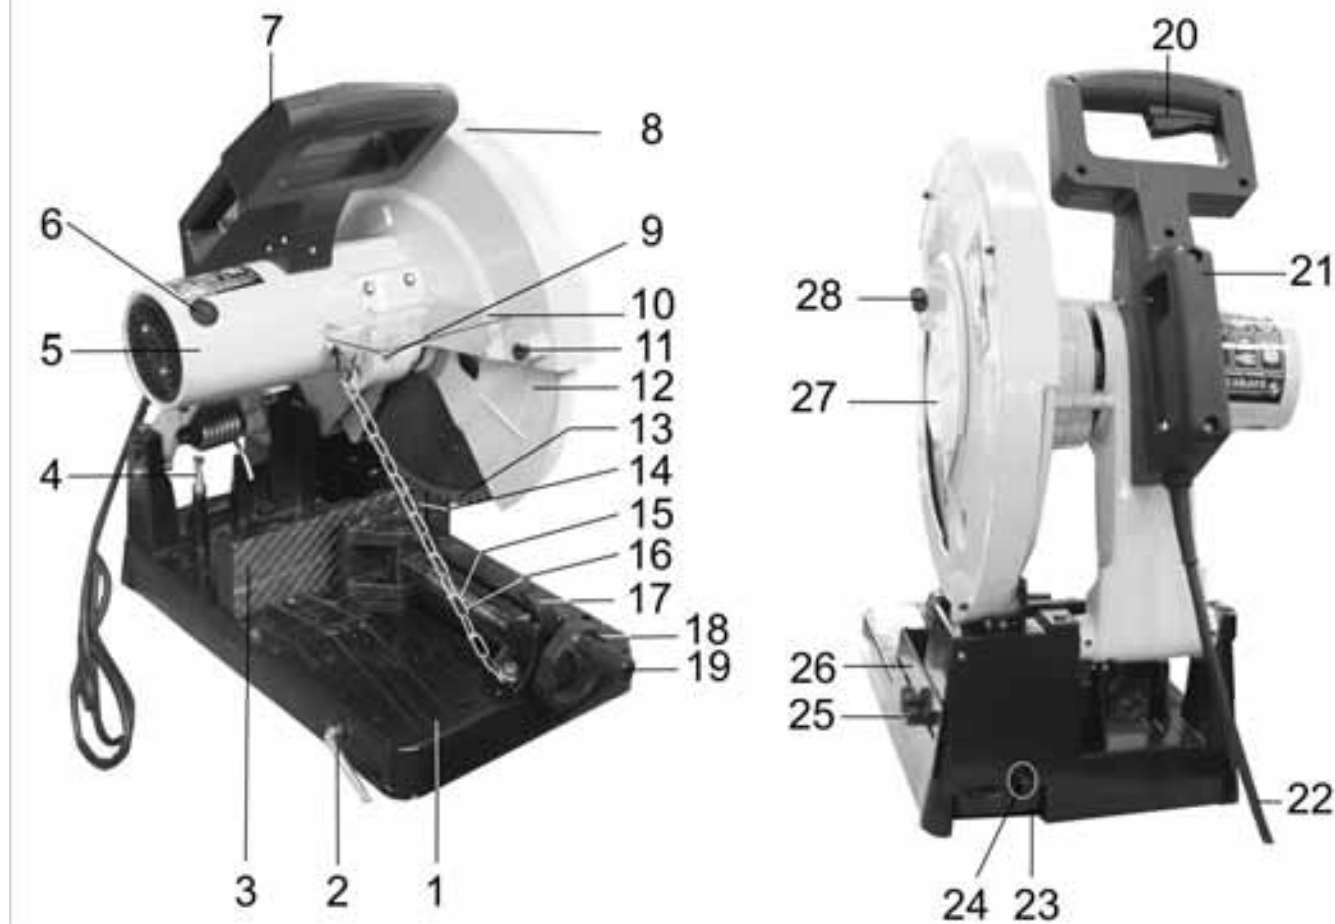
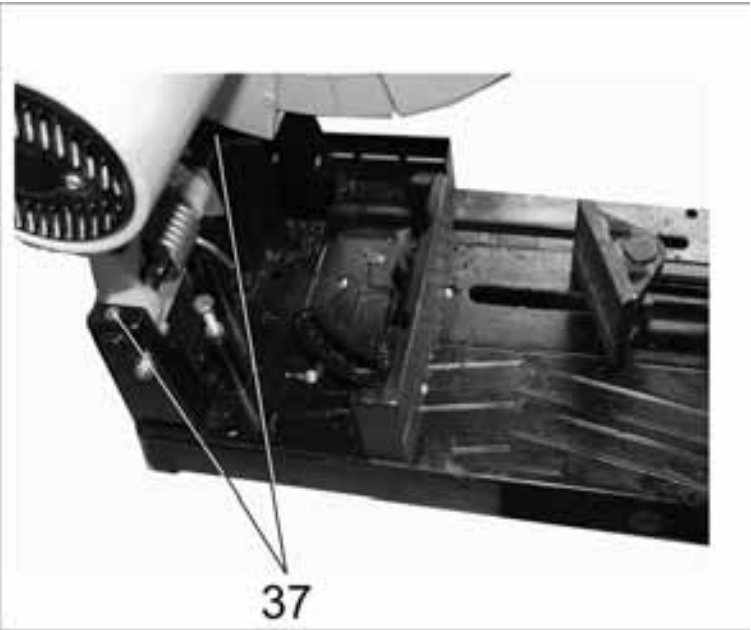
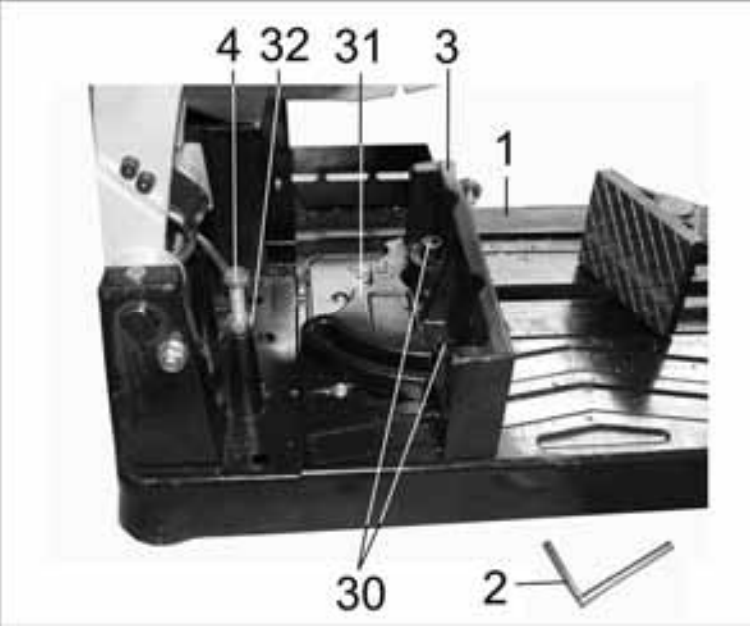

Рис.2
Рис.8
Рис.3
14.1. Периодически удаляйте стружку из пылесборника (23) Рис.2, извлекая его, открутив винт (24) Рис.2 и со всех резьбовых и подвижных узлов и механизмов машины.
14.2. По окончании работы очистить отрезную машину. Машинным маслом смазать ходовой винт (15) Рис.2. и произвести шприцовку масленок (37) Рис.8.
8. ТРАНСПОРТНОЕ ПОЛОЖЕНИЕ (Рис.2)
9.1.1. Как показано на Рис.2 установить маховик (В) Рис.1 и с помощью шестигранного винта, используя ключ (С) Рис.1, закрепить его на ходовом винте (15) Рис.2.
ВНИМАНИЕ: Перед регулировкой узлов и механизмов отрезной машины, извлечь вилку шнура электропитания (22) из питающей розетки Рис.2.
10.1. Регулировка угла резания (Рис.3)
10.1.5. При необходимости повторить регулировку, для чего опустить ручку (7) Рис.2, установить, между плоскостью губок тисков (3) и отрезным диском (13) используя угольник, угломер, шаблон или образец необходимый угол резания.
10.2. Регулировка установки тисков (Рис.2)
10.3. Регулировка установки упора (Рис.2)
При установке определённой (фиксированной) глубины резания установить и контргайкой (32) Рис.3 закрепить регулировочный болт (4) Рис.3 в необходимом положении так, чтобы при полностью опущенной ручке (7) Рис.2 отрезной диск (13) Рис.2 не касался рабочего стола (1).
В интересах Вашей безопасности всегда держите защитные кожухи (9 и 13) Рис.2 в исправном состоянии. При любой неисправности их следует немедленно заменить.
11.2. Как показано на Рис.4 откинуть полугайку (17), переместить ходовой винт (15) в положение достаточное для установки заготовки, установить заготовку, и как показано на Рис.5 опустить полугайку (17), и вращая до определённого усилия маховик (18) Рис.2 за ручку (19) Рис.2 надёжно закрепить заготовку. При использовании длинных заготовок обеспечить надёжную фиксированную опору по всей длине заготовки.